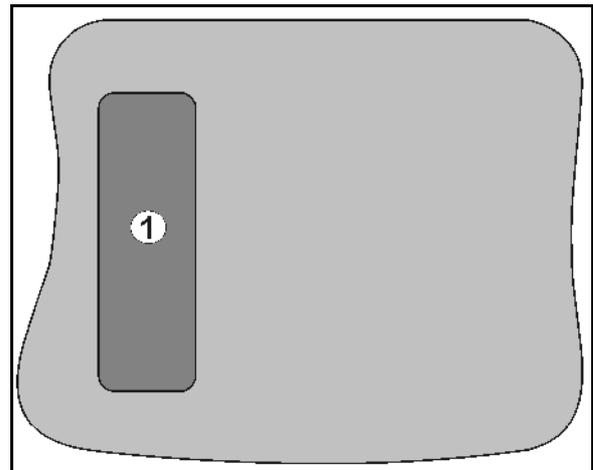

Fig. 8
- Shift-tasten befinner seg på baksiden av enheten  (Fig. 8/1).